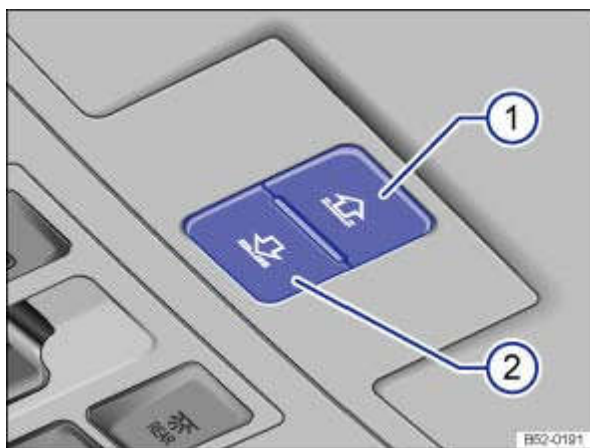

Fig. 44 Dans le ciel de pavillon : touches de commande du store pare-soleil
Légende de la → Fig. 44 :
Les touches → Fig. 44 ① ② peuvent être amenées dans 2 positions. Dans la 1^{re} position, il est possible d'ouvrir ou de fermer le store pare-soleil partiellement ou complètement.